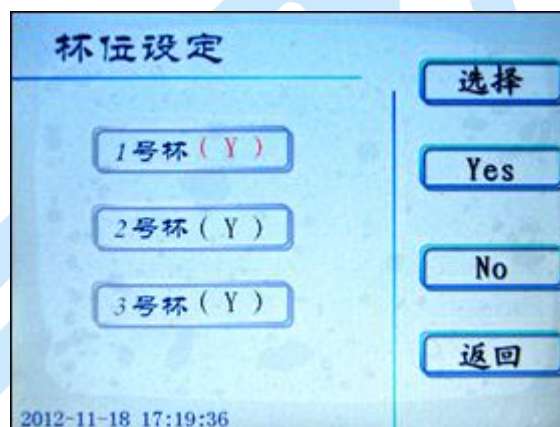

图 13 杯位设定页面
8. 在设置页面，按 **杯位设定** 键进入杯位设定页面如图 13，按 **选择** 键选择杯位号，按 **Yes** 或 **No** 键命令该杯位参与测定或不参与测定。